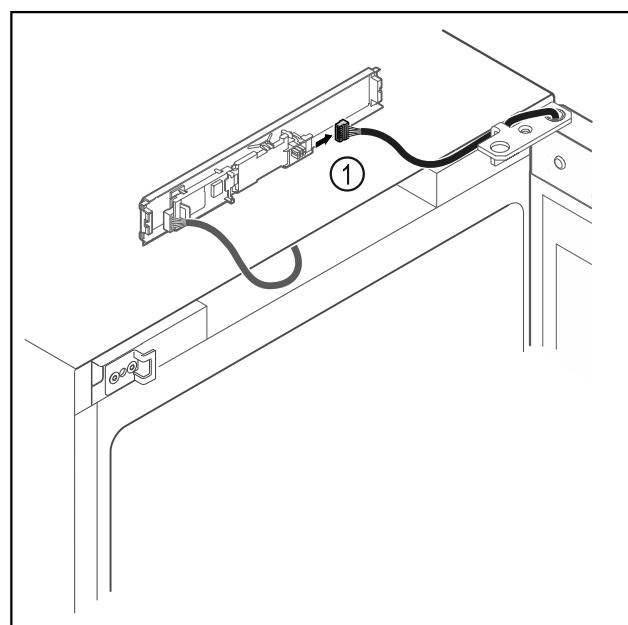

Fig. 18
- Ištakite iš plokštės kištuką Fig. 18 (1).